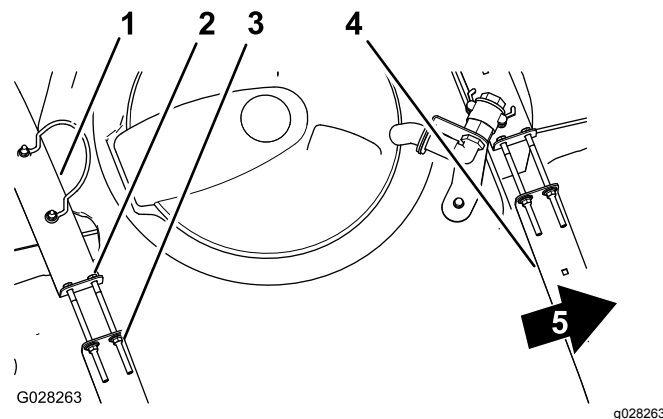

Figura 17
2. Compruebe si hay holgura entre los flejes y el depósito (Figura 17).
3. Si los flejes tienen holgura, apriete las contratuercas con arandela prensada y los pernos del extremo superior de los flejes hasta que los flejes queden apretados contra la superficie del depósito (Figura 17).